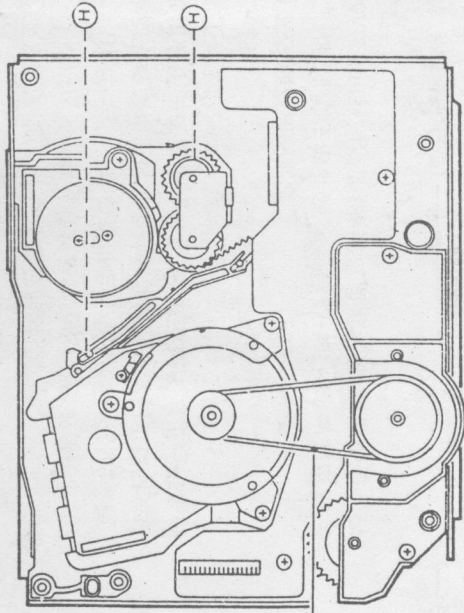

图43
步骤: ①如图43所示,拆卸一个螺钉;
②拆卸电池盖;
②拆卸定时器/操作开关电路板,如图43所示